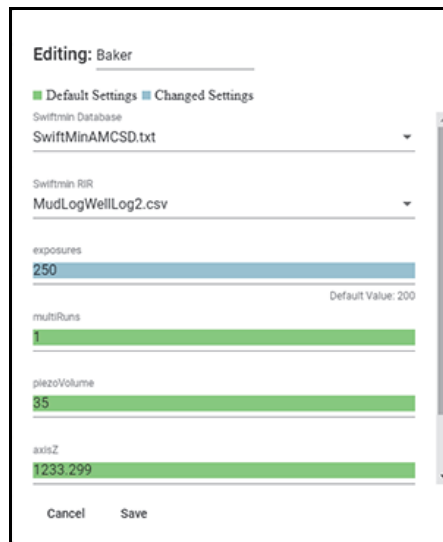

Рис. 5-15 Окно Editing (Редактирование)
2. В диалоговом окне **Editing** (см. Рис. 5-15 на стр. 86) выберите базу данных по умолчанию (см. «Чтобы изменить базу данных по умолчанию, выполните следующее:» на стр. 83).